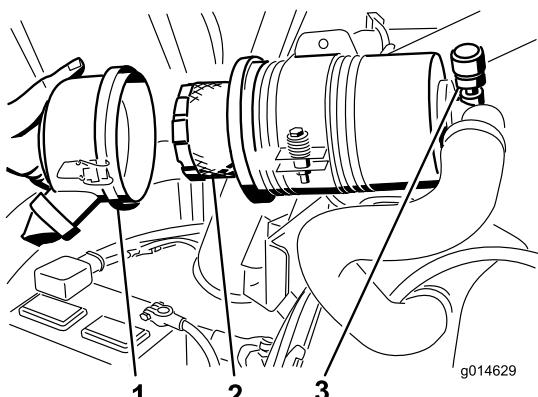

Рисунок 51
- Снимите и замените фильтр (Рисунок 51).